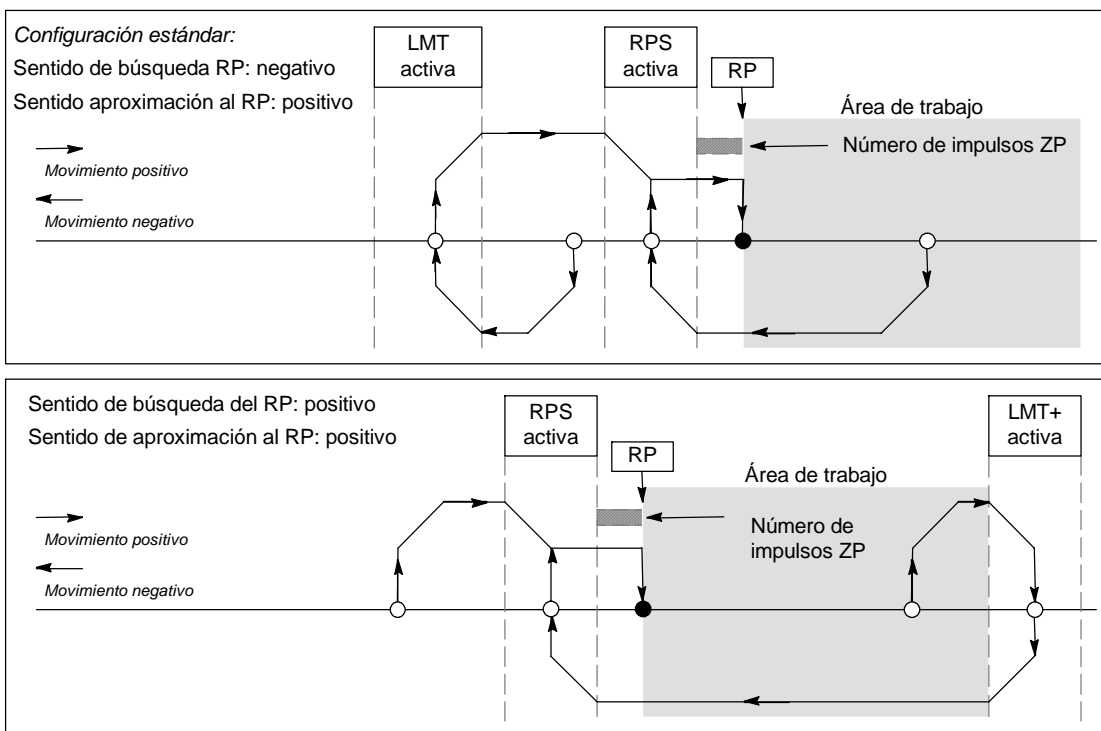

Figura 9-23 Búsqueda del RP: Modo 3
- ❑ La figura 9-23 muestra dos opciones del modo 3 de búsqueda del RP. En este modo, el RP se encuentra a un número determinado de impulsos cero (ZP) fuera del área activa de la entrada RPS.